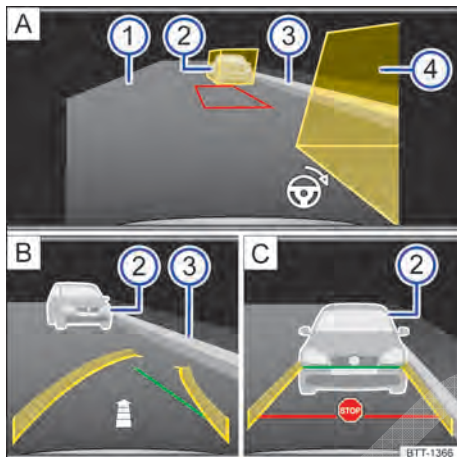

Fig. 184 Exibição do display do sistema Infotainment: câmera de marcha a ré, modo 2.
Legenda para Fig. 184:
6. Posicionar o veículo a uma distância de aproximadamente um metro paralelamente à file de estacionamento, de modo que as caixas de auxílio exibidas reconheçam todos os obstáculos → Fig. 184 ② ⓘ. Não pode ▶
9. Girar o volante até que o trapézio vermelho se movimente entre as caixas de auxílio e até a moldura ficar verde. O posicionamento do trapézio verde pode ser feito por meio da marcação do espaço para estacionamento. Manter o volante nesta posição. O símbolo de volante na margem inferior direita da imagem → Fig. 184 [A] indica ao condutor o movimento do volante necessário durante todo o processo de estacionamento.
10. Conduzir para trás vagarosamente sem girar o volante até que seja exibido o símbolo para parar. **OU:** até que a guia lateral verde curva coincida com o limite lateral da vaga de estacionamento, por exemplo, meio-fio (3). Uma seta → Fig. 184 [B] indica, dependendo da quantidade de segmentos representados, o trecho aproximado para trás que ainda deve ser conduzido.
14. Conduzir mais para trás vagarosamente até que seja exibido o símbolo para parar → Fig. 184 [C]. **OU:** parar o veículo, o mais tardar, ao atingir a guia vermelha de